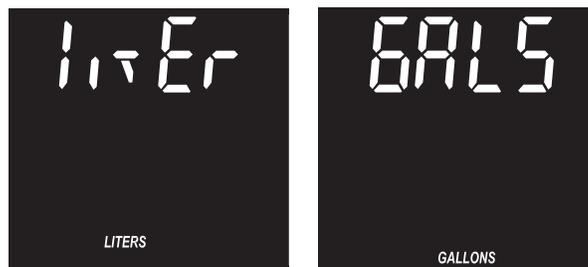

FIG. 33
3. Une fois dans cet affichage, appuyez deux fois sur le bouton SELECT et l'un des deux affichages de la figure 33 s'affiche.